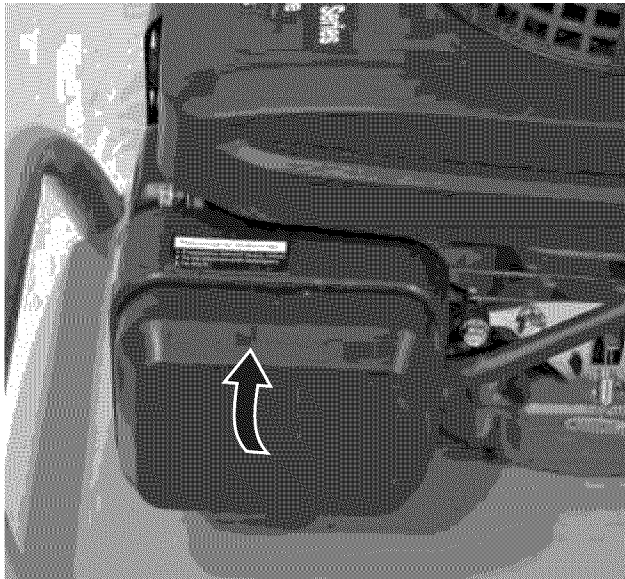

Figura 32 – Colocación de la cubierta del filtro de aire
12. Cierre la cubierta del filtro de aire girando la cubierta hacia arriba y volviendo a enganchar la lengüeta en la parte superior del armado del filtro de aire (ver Figura 32).